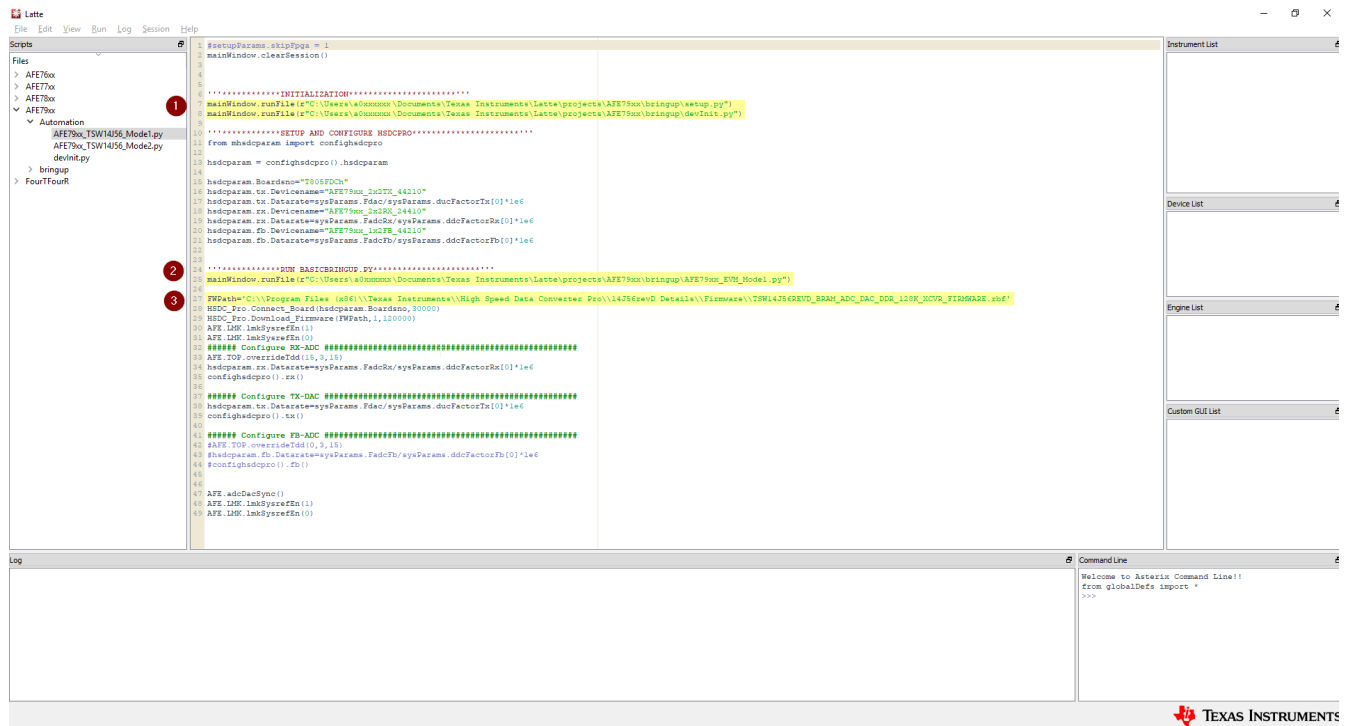

图 4-4. 要在自动化脚本中更改的目录参数
6. 更改图 4-4 中突出显示的项目 #1 和 #2 以反映 setup.py 和 devInit.py 的 Latte 安装目录位置。通常必须将“a0xxxxxx”替换为 Windows 用户 ID 登录的区域。
7. 更改图 4-4 中突出显示的项目 #3 以反映 TSW14J56 器件的 High-Speed Data Converter Pro 目录的位置。